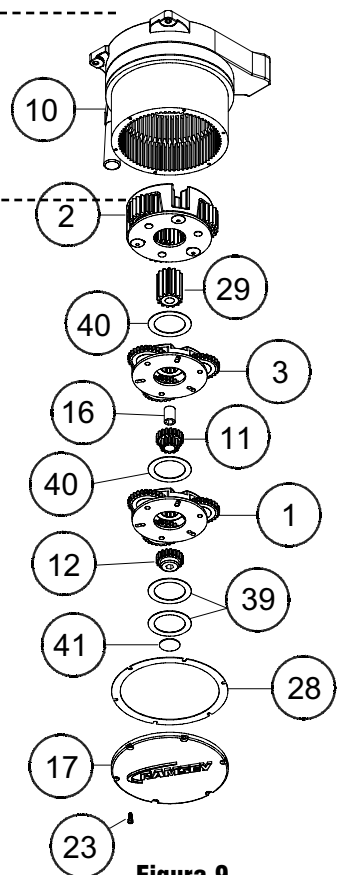

Figura 9
3. Cuidadosamente levante la Caja de Engranajes, sacando los engranajes, bujes, etc. que están dentro de la Caja de tal forma que queden apilados en la mesa de trabajo. Véase la Figura 9.